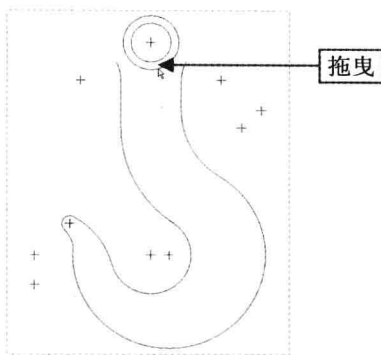

图 2-48 拖曳鼠标
Step 03 在绘图区最上方的圆心点上单击鼠标左键，确认圆心点，并拖曳鼠标，如图 2-48